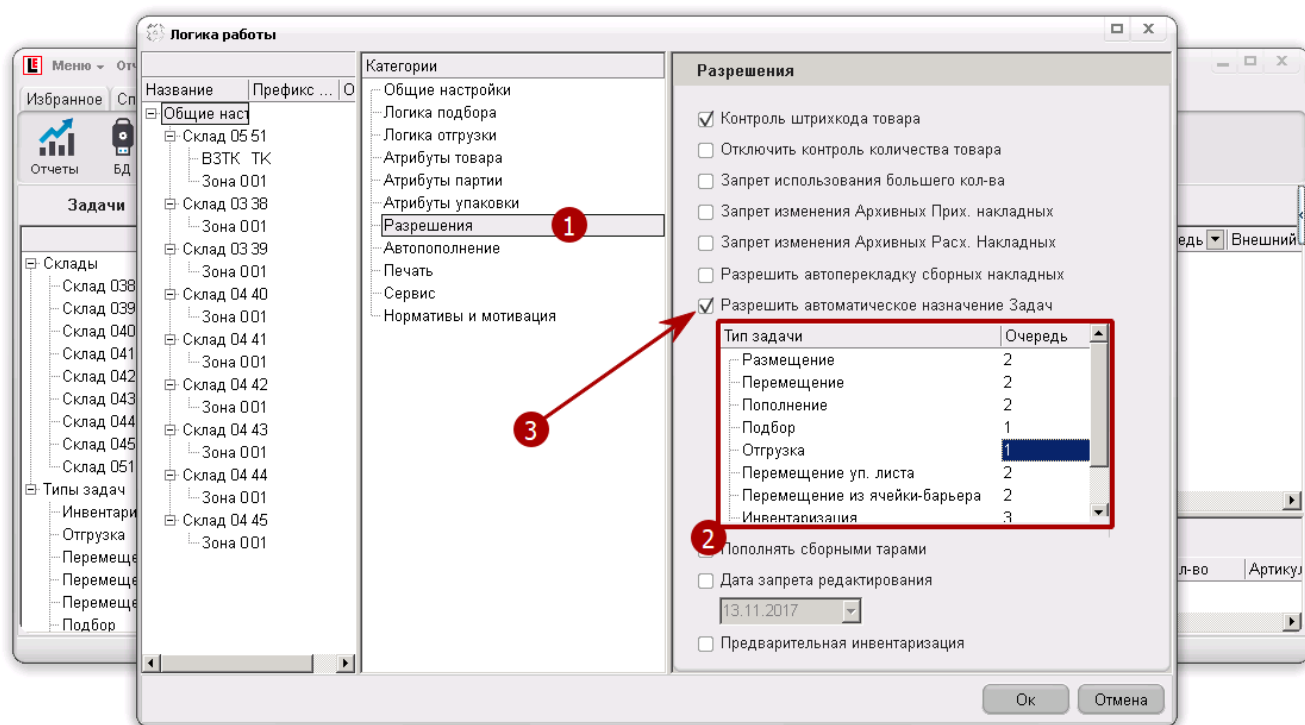

Рисунок 14.5.
- 2) Установить очередность выполнения задач в зависимости от ее типа. Для этого (рис. 14.5):